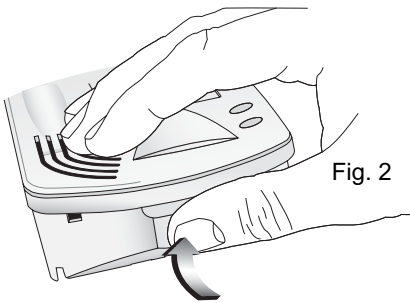

Fig. 2
- Aprire il citofono separando il cofano superiore dalla parte inferiore facendo pressione con un cacciavite (vedi fig. 2 e 3)
- Ouvrir le poste d'appartement en séparant le meuble supérieur de la partie inférieure en effectuant une pression avec un tournevis (voir Fig. 2 et 3).
- Open the interphone splitting the cabinet from the lower part by pressing with a screwdriver (see fig. 2 and 3).
- Das Haustelefon durch Trennen und Drücken den Oberenteil des Gehäuse mittels eines Schraubenziehers öffnen (siehe Abb. 2 und 3).
- Abrir el interfono separando el mueble superior de la parte inferior haciendo presión con un destornillador (ver Fig. 2 y 3).
- Abrir o interfone separando o móvel superior da parte inferior efetuando uma pressão com uma chave de parafusos (ver Fig. 2 e 3).